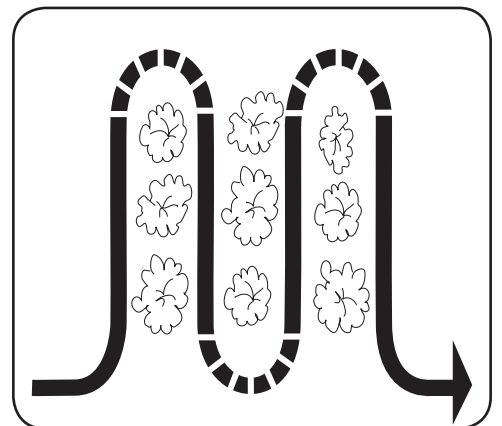

Figura 4-5
- Al realizar tareas de labranza (rompiendo la superficie de suelo alrededor de las plantas para destruir las malezas, vea la Figura 4-5), ajuste los dientes para cavar únicamente a una profundidad de 1” a 2”. La labranza a poca profundidad ayuda a evitar lesiones a las plantas cuyas raíces a menudo crecen cerca de la superficie. Si es necesario, levante los manillares ligeramente para evitar que los dientes caven demasiado profundo. (La labranza regular no sólo elimina malezas, sino que además afloja y airea el suelo para mejor absorción de la humedad y crecimiento más rápido de las plantas). Si se riega el área del jardín unos cuantos días antes de la labranza se facilitará esta tarea; también se contribuye permitiendo al suelo recién trabajado asentarse por uno o dos días antes de la pasada final, profunda, de la cultivadora.